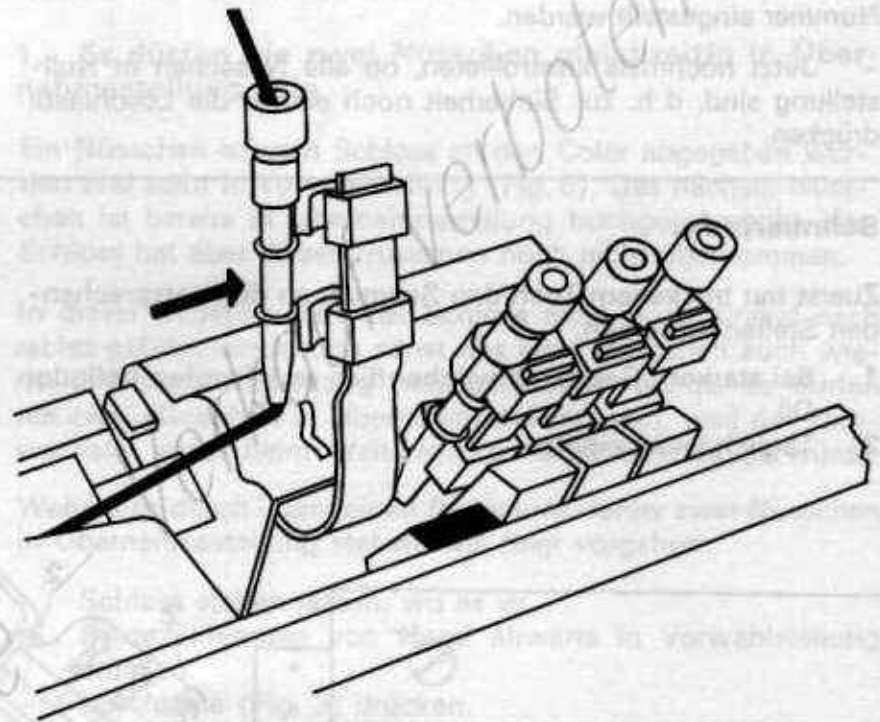

Fig. 15
- Nüsschen wieder in den Halter einsetzen, Fig. 15, und nach vorn abwärts schwenken.